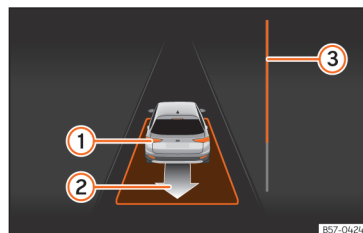

Abb. 189 Am Bildschirm des Kombi-Instruments: parallel zur Fahrbahn ausparken.
- Fahren Sie rückwärts, bis das Dauertonsignal des ParkPilot ertönt; **ODER:** fahren Sie zurück, bis am Bildschirm des Kombi-Instruments die Anzeige zur Vorwärtsfahrt erscheint. Die Fortschrittsanzeige »» **Abb. 189** ③ zeigt den zurückzulegenden Abstand an »» **Seite 289.**